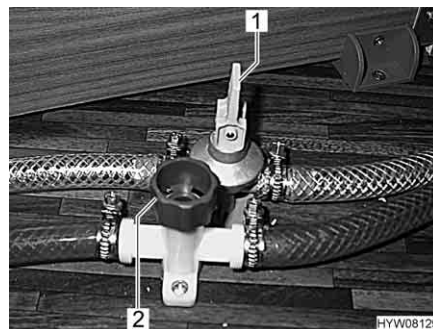

Bild 158 Avtappningskranar
- Stäng alla avtappningskranarna för varmvattenberedaren. Ställ då vipparmen (Bild 158, 1) i vågrätt läge och vrid ventillocket (Bild 158, 2) medurs.
- Öppna alla avtappningskranarna för varmvattenberedaren. Ställ då vipparmen (Bild 158,1) i lodrätt läge och vrid ventillocket (Bild 158,2) moturs.